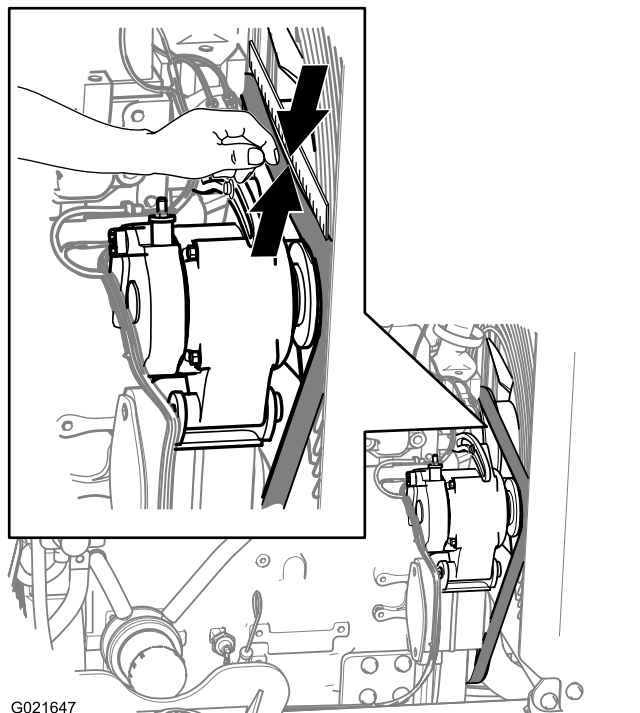

Рисунок 117
3. Осмотрите ремень на наличие порезов, трещин, ослабленных нитей корда, масла, перекручивания или признаков чрезмерного износа (Рисунок 117).
3. Установите проверочную линейку на приводной ремень и шкивы, как показано на Рисунок 117.
4. Нажмите на ремень вниз в точке, расположенной посередине между шкивом вентилятора и шкивом генератора, как показано на Рисунок 117.